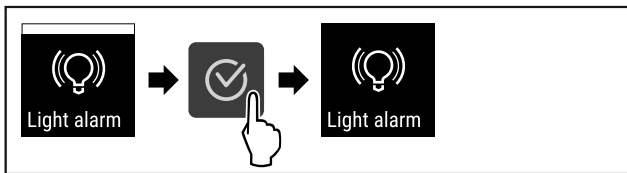

Fig. 98
- ▶ Efectuați pașii de acțiune (vezi Fig. 98) .